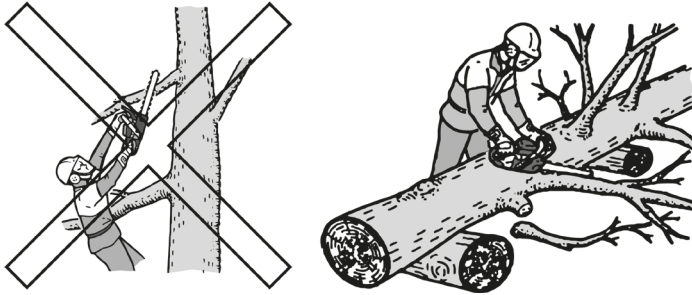

Рисунок 7. Схема обрізання малих гілок.
5.3.3.1 Обрізання малих гілок вести тільки на поваленому дереві згідно зі схемою рис. 7.